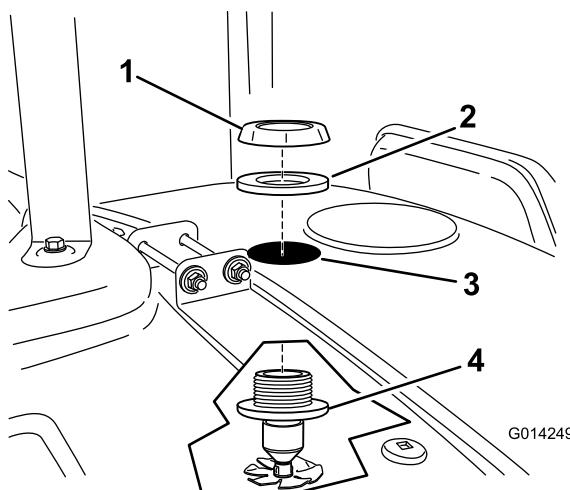

图17
7. 将喷嘴组件向上穿过刚才钻的孔 (图17)。
8. 将垫片和塑料凸缘螺母拧在药缸顶部隔板外露的螺纹上 (图17)。确保密封件正确固定在塑料螺母和药缸表面之间。